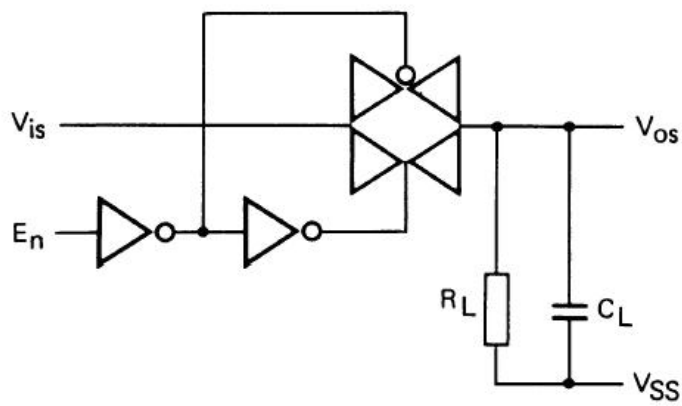

图 7
5.  $R_L = 10 k$ ;  $C_L = 15 pF$ ;  $E_n = V_{DD}$ ;  $V_{is} = 1/2 V_{DD}(p.p)$  (正弦波, 直流偏置为 $1/2 V_{DD}$ );  $f_i = 1 kHz$ ; 见图7.
$20\log (V_{OS} / V_{IS}) = -50\text{dB}$ ; 见图7;
$20\log (V_{OS} / V_{IS}) = -3\text{dB}$ ; 见图7;